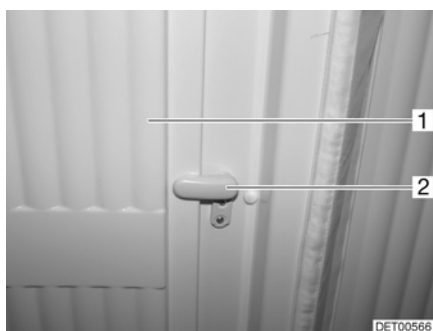

Fig. 112 Verrouillage, habillage du cabinet de toilette
- Placer le verrou (Fig. 112,2) à la verticale et déplier la partie intérieure (Fig. 112,1) de l'habillage du cabinet de toilette.
- Plier la partie intérieure (Fig. 112,1) de l'habillage du cabinet de toilette et placer le verrou (Fig. 112,2) à l'horizontale.